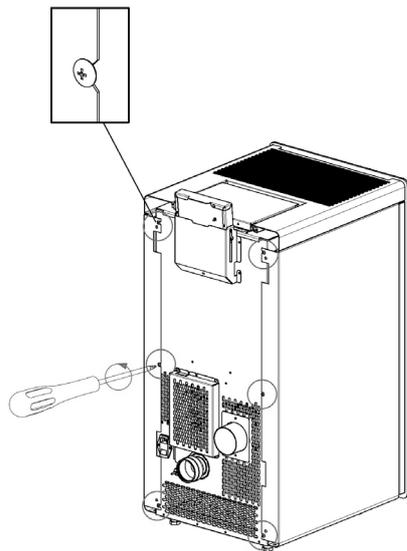

Fig. 69 - Schrauben lösen
- Die 4 hinteren Schrauben heraus-schrauben (siehe **Fig. 69**).
- Die 6 hinteren Schrauben herausdrehen (siehe **Fig. 69**).